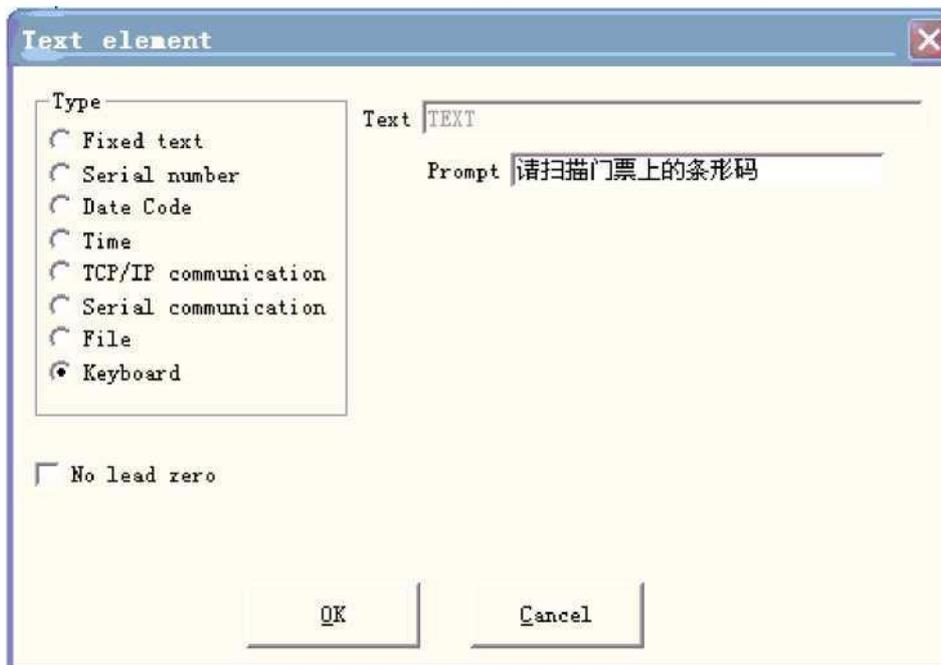

Figura 4-50-a Teclado
Establecer texto- 'Habilitar texto variable-' agregar' Teclado, como la figura 4-50-A:
2. Mensaje de solicitud de entrada, haga clic en "Aceptar", luego podemos obtener la figura 4-50-b.